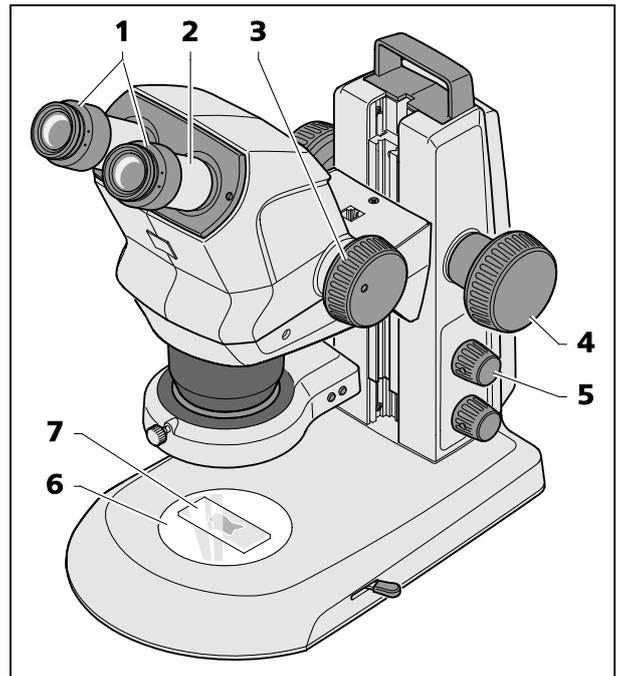

图 13 设置立体显微镜
1. 将观察对象(图 13/7)置于玻璃或塑料盘(图 13/6)中间并照射(图 13/5)。
2. 在可调目镜(图 13/1)上将屈光度补偿设为“0”。
3. 从侧面推移目镜支架(图 13/2)调整眼间距,直到用双眼能够看到目镜中只有一个未切割光圈(物场)。
4. 首先将对焦(图 13/3)调到最小放大值。
5. 然后对焦观察对象图片中间显著的某处细节(图 13/4)。
6. 设置最大对焦值(图 13/3)。放大后该处细节可能又变得模糊,不再位于图片中央。
7. 对焦让观察对象变得清晰,然后通过移动观察对象重新找到该处细节并精确对焦(图 13/4)。
8. 接着再次设到最小对焦值,必要时可通过在可调目镜上(而不是在对焦旋钮上,图 13/4)进行屈光度补偿,来修正每只眼的图片模糊问题(肉眼误差补偿)。
- 按下旋钮(图 13/5)将打开或关闭入射光照明器件(点光源或双点光源)。